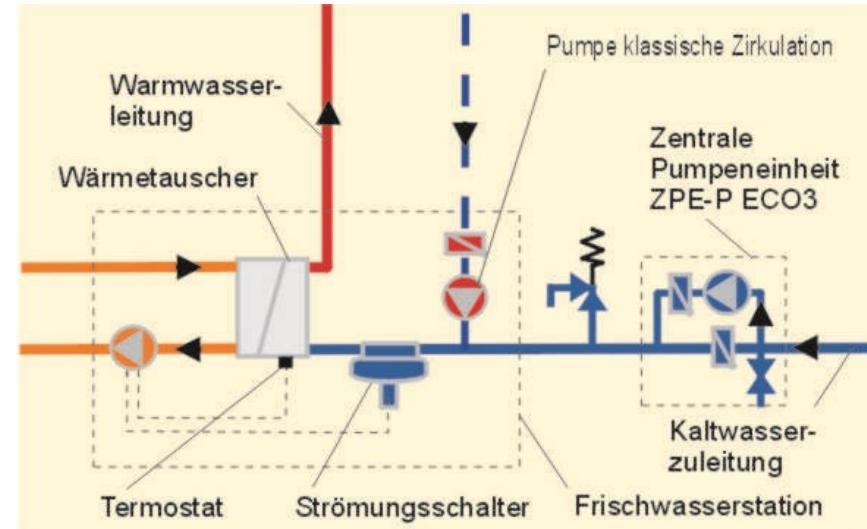

Bild 1
- Installation der Pumpeneinheit (ZPE-P ECO3) kann in Kaltwasserzuleitung erfolgen (Siehe Bild 1)
- Bei Zirkulation durch Wasserzähler muss der Pumpendruck 300 mbar betragen (Siehe Bild 1)
- Falls stillgelegte Zirkulationsleitung vorhanden ist, kann bisherige Pumpe zum sporadischen Wasser austausch (z.B. täglich 5 Minuten aktiv) verwendet werden (Siehe Bild 1)